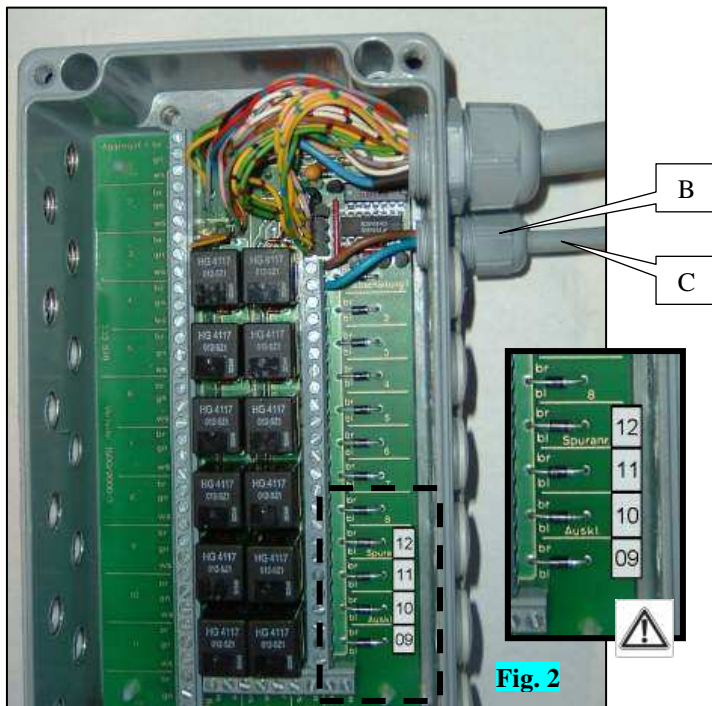

Fig. 2
6. Collegamento del fascio (fig. 2)